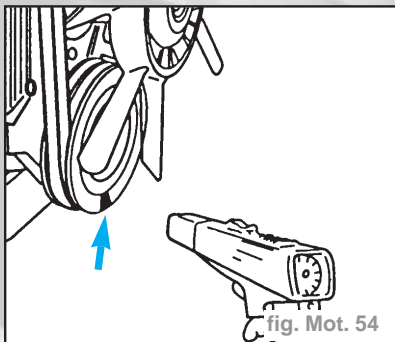

fig. Mot. 54
- Mesurer le régime du moteur à la poulie de vilebrequin - utiliser un compte-tours à cellule photoélectrique pointé sur un morceau de ruban adhésif réfléchissant (flèche) apposé sur la face avant de la poulie de vilebrequin (fig. Mot. 54).
- Contrôler le régime de ralenti à la poulie de vilebrequin - utiliser un compte-tours à cellule photoélectrique pointé sur un morceau de ruban adhésif réfléchissant (flèche) apposé sur la face avant de la poulie de vilebrequin (fig. Mot. 54).
- Contrôler le régime du moteur sur la poulie du vilebrequin, utiliser un compte-tours à cellules photoélectriques pointé sur la feuille réfléchissante (flèche) fixée sur le côté avant de la poulie du vilebrequin (fig. Mot. 54).